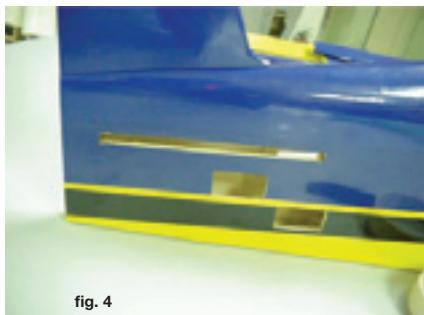
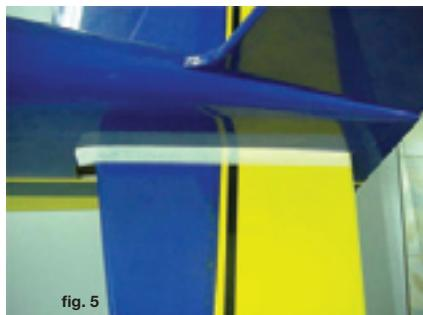
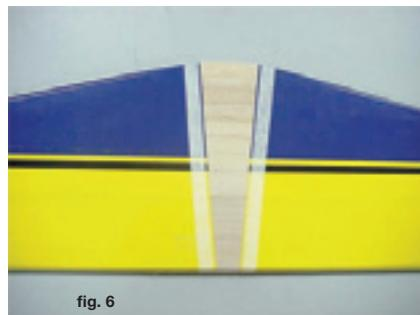

fig. 4
fig. 5
fig. 6
Trim out the covering at the pre-fixed slots for the stabilizer and servos, see fig. 4.
Place the stabilizer in the fuselage and mark with tape as shown on fig. 5. Take out the stabilizer and cut off the covering as shown on fig. 6. Glue the stabilizer in the fuselage and remove the tape.
*Snij de voorgevormde gaten uit de romp voor het plaatsen van het staartvlak en servo's, zie fig. 4.*
*Plaats het staartvlak in de romp en duidt aan met een kleefband zoals afgebeeld op fig. 5. Neem staartvlak uit de romp en verwijder de spanfolie zoals in fig. 6. Verlijm het staartvlak in de romp en verwijder de kleefband.*
Découpez l'entoilage aux endroits de passage du stabilisateur et des servos, voir fig.4. Placez le stabilisateur dans le fuselage et marquez à la bande adhésive comme indiqué à la fig.5. Enlevez le stabilisateur et coupez l'entoilage comme montré à la fig.6.
*Entfernen Sie die Bespannfolie an die Vorgeformte Schlüsse, sehe Abb. 4.*